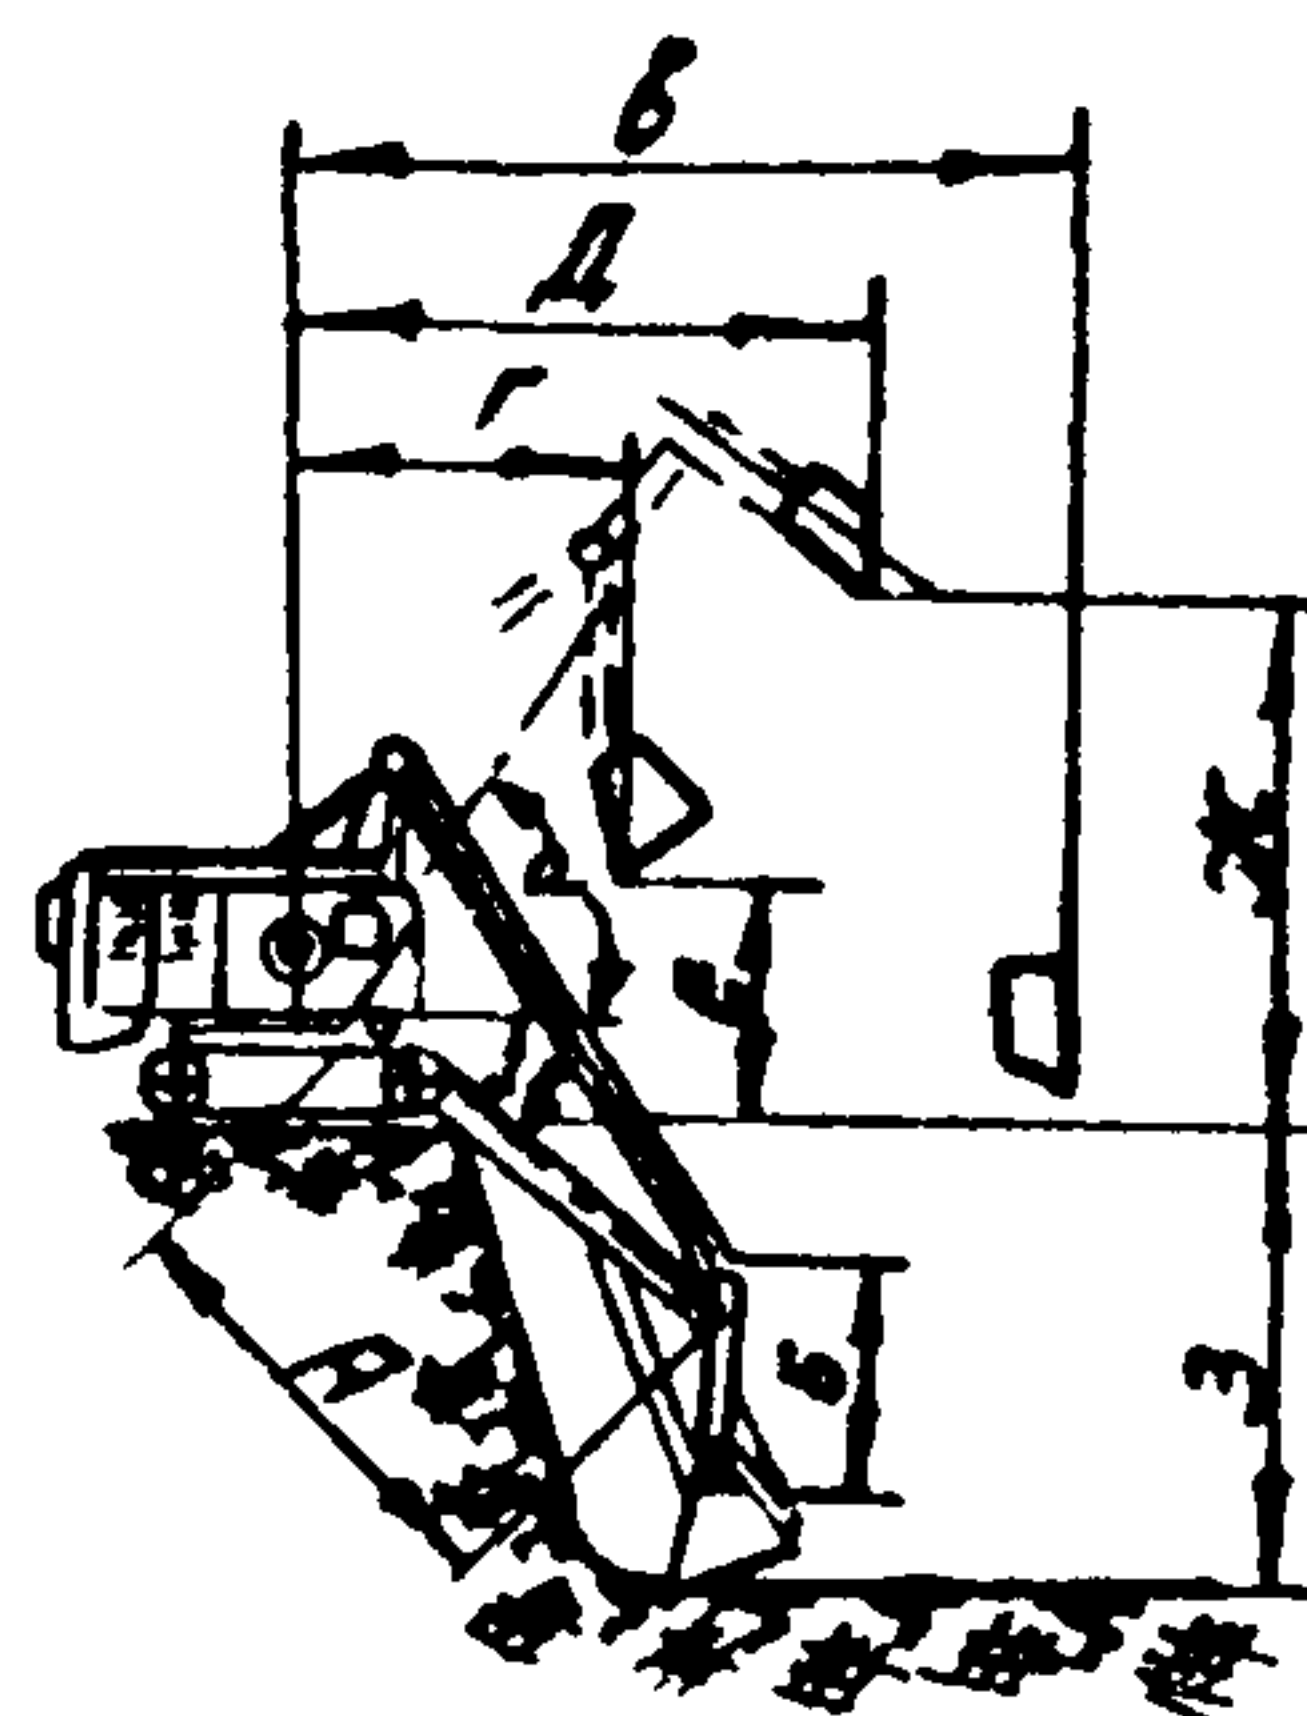
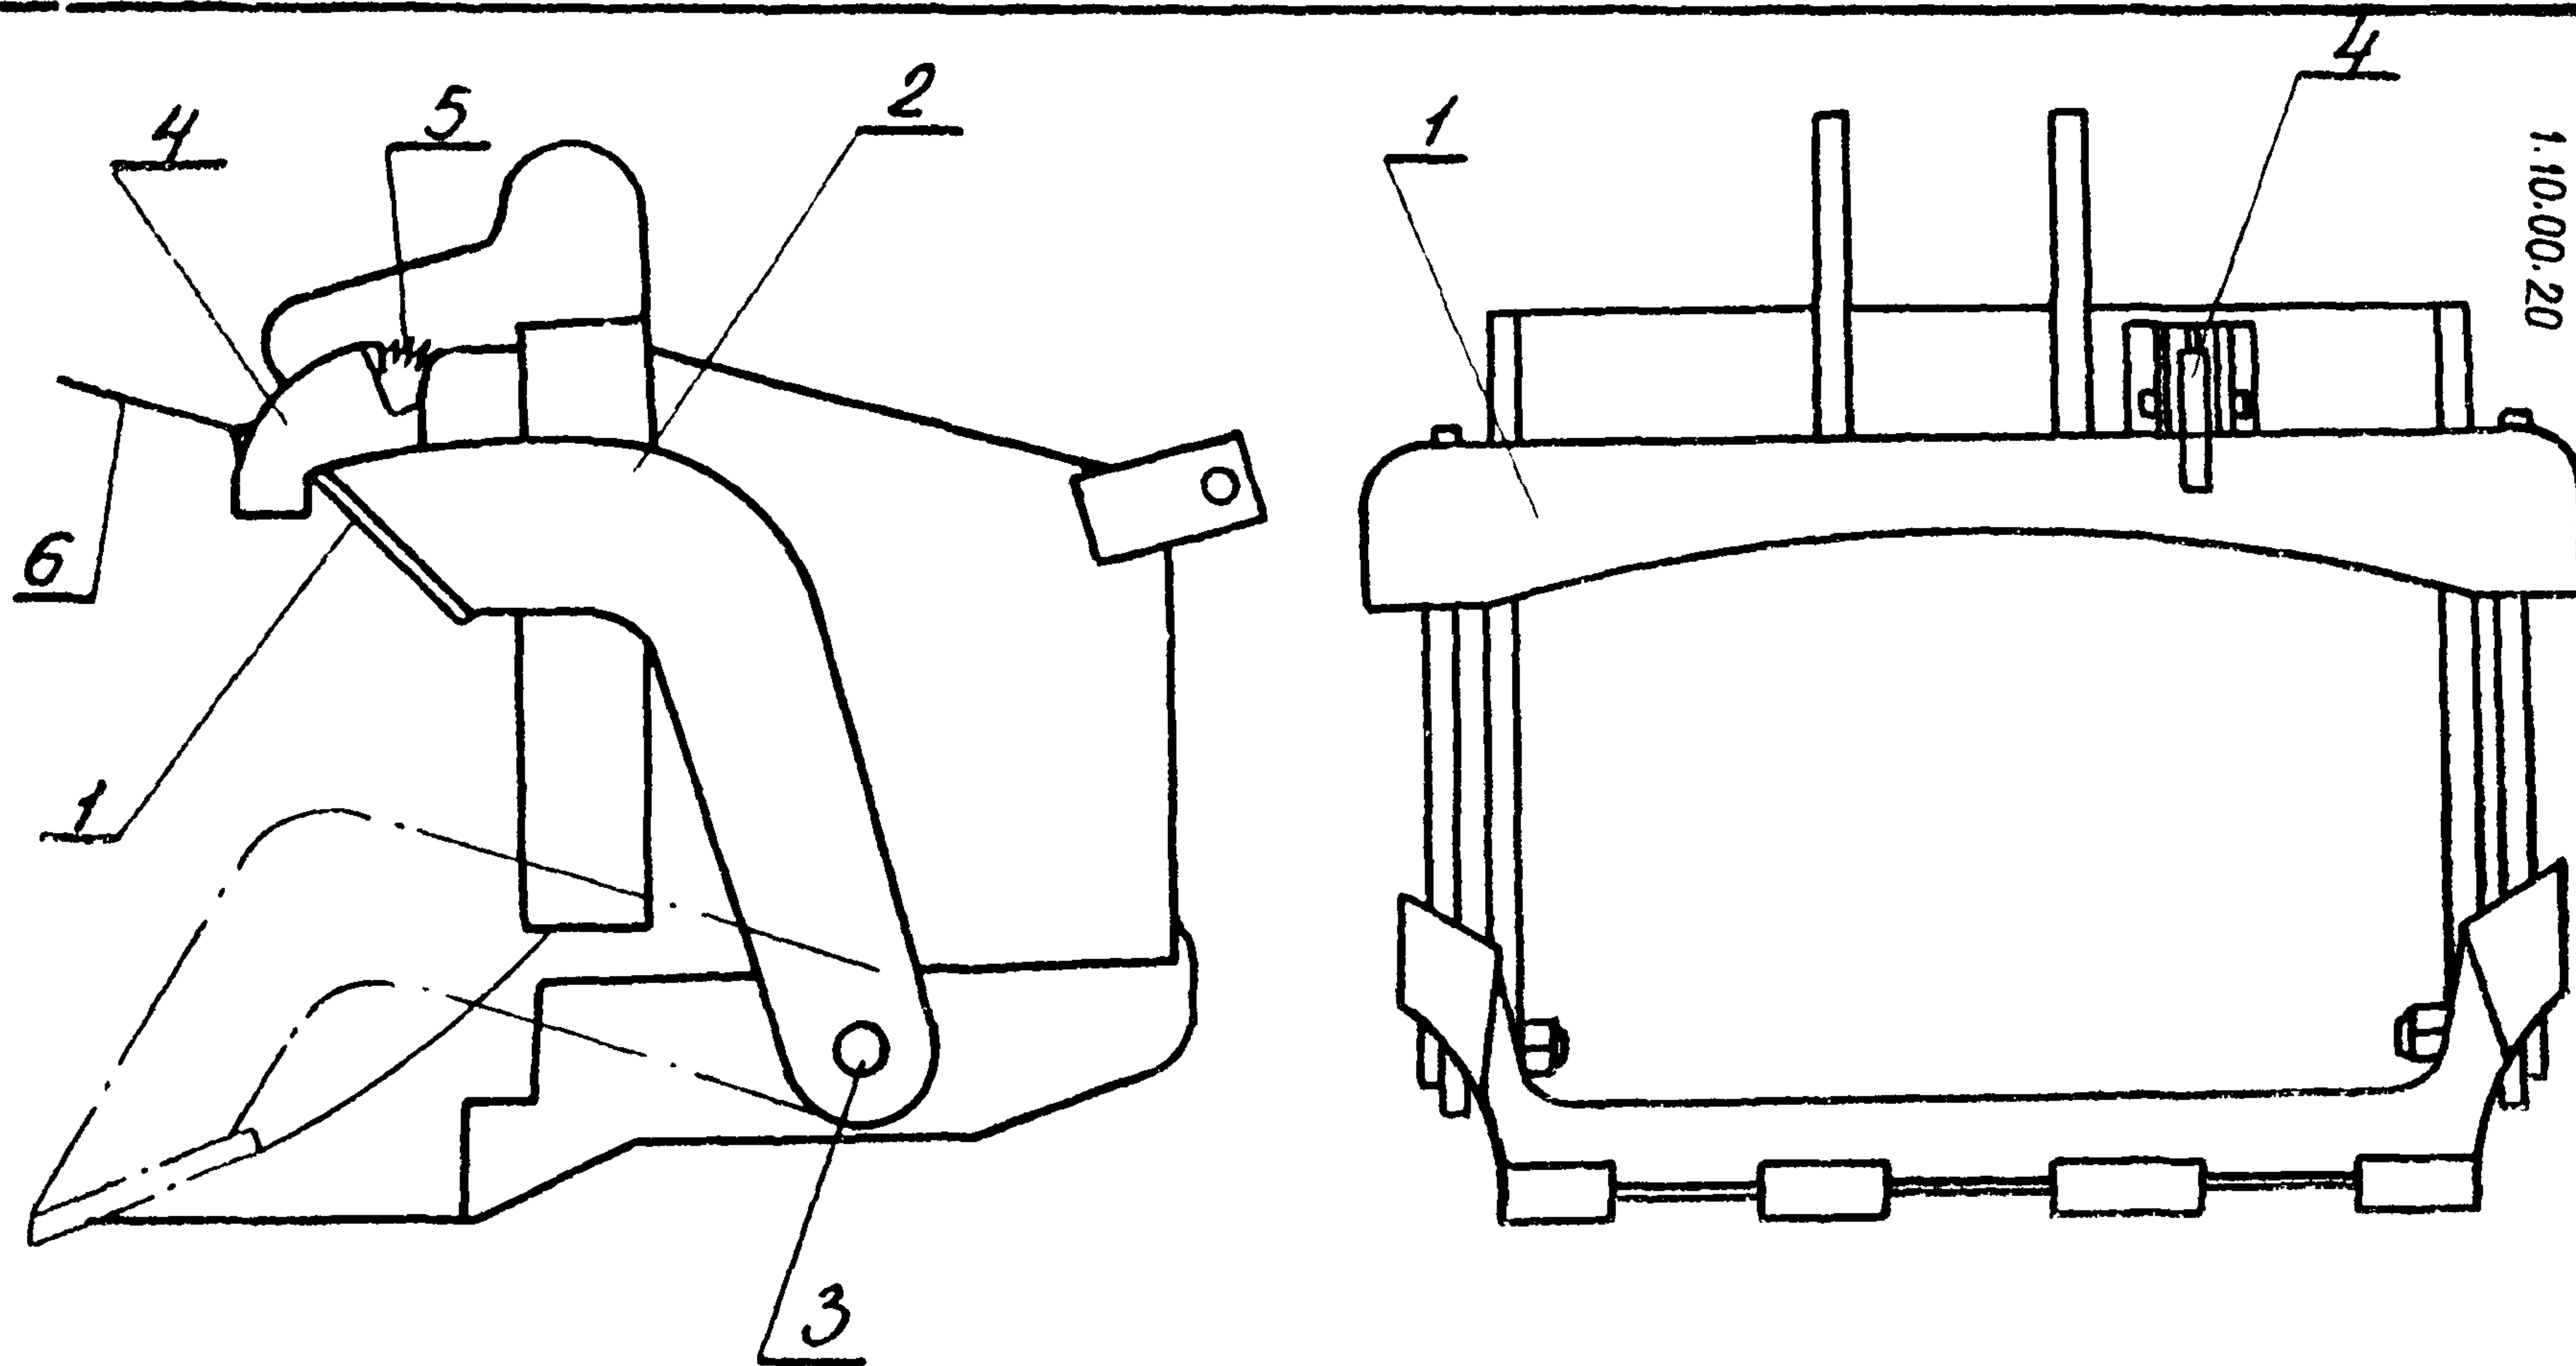
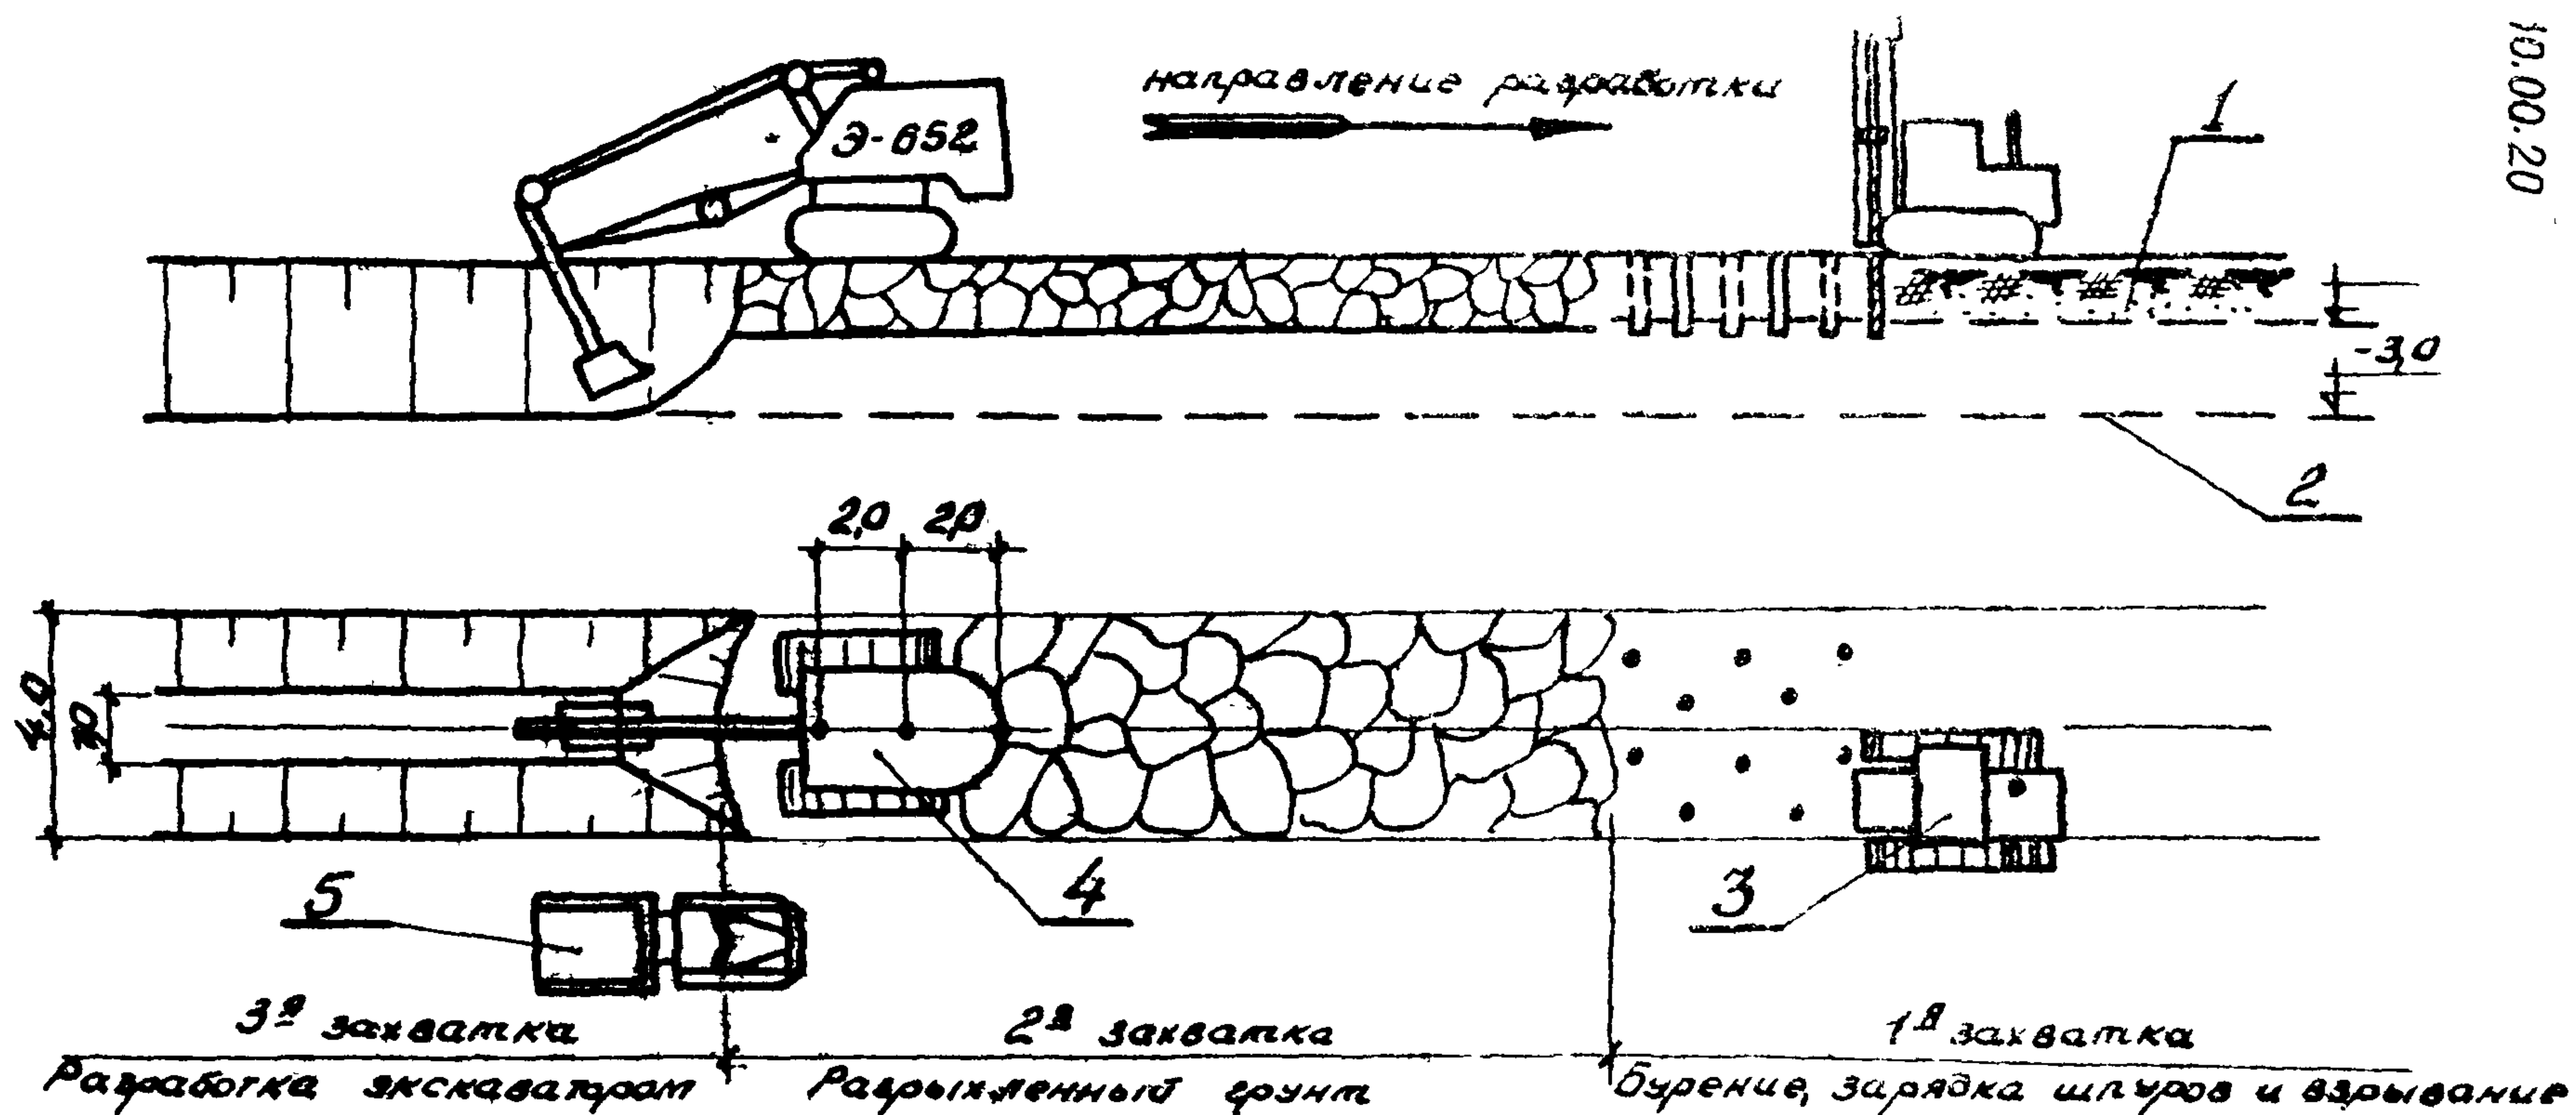

Рис. 1
Рис. 2 Струг для зачистки дна траншей экскаватором.
рис. 3 Схема разработки траншеи при рыхлении мерзлого грунта буро-взрывным способом
1. ОБЛАСТЬ ПРИМЕНЕНИЯ Технологическая карта предусматривает разработку траншеи глубиной до 3 метров в мерзлых грунтах 3-ей группы экскаватором Э-652, оборудованным обратной лопатой (рис.1), с погрузкой грунта в автотранспорт и транспортировкой его автосамосвалами МАЗ-205 до 1 км по спланированной грунтовой дороге. Рыхление мерзлого грунта производится буро-взрывным способом. Бурение шпуров осуществляется бурильной установкой М-1 на базе трактора ДТ-54 (рис.2). Глубина промерзания грунта до 1,0 м. Схема разработки траншеи, рис.3. Машины работают в двухсменном режиме с продолжительностью смены 8 часов при пятидневной рабочей неделе. Разработка траншеи в зимнее время ведется в строгом соответствии с совмещенным графиком земляных работ, прокладкой труб или монтажом фундаментов. Подчистка дна траншеи осуществляется тем же экскаватором с применением планировочного струга, рис.4.